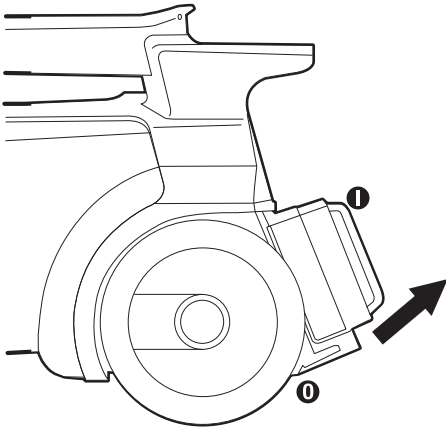

FIG. 13
Step 1: Grasp the bottom clips **0** on the filter **1** (Fig. 13).
Step 2: Pull out and down to release (Fig. 13).
Étape 1 : Saisissez les attaches inférieures ❶ du filtre ❶ (Fig. 13).
Étape 2 : Tirez vers l'extérieur et vers le bas pour libérer (Fig. 13).
Paso 1: Tome las presillas inferiores ❶ del filtro ❶ (Fig. 13).
Paso 2: Jale hacia fuera y abajo para liberarlo (Fig. 13).